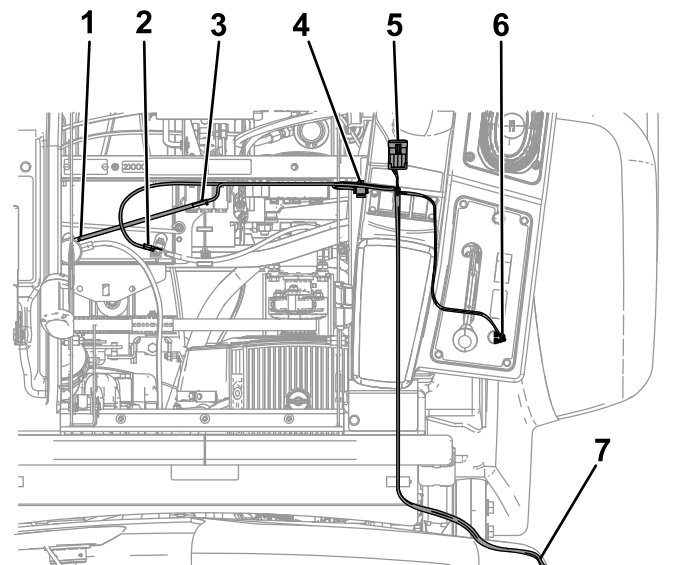

Figure 7
4. Branchez le connecteur suivant au relais (Figure 7) et placez le relais dans le trou extérieur du cadre, près des relais existants.
5. Reliez l'élément fusible au fil rouge branché à la borne positive (+) de la batterie (Figure 7).
7. Raccordez l'autre extrémité du faisceau à la masse du porte-fusibles (Figure 7).
1. Branchez les 2 connecteurs du faisceau de câblage sur le connecteur à 2 lames de l'interrupteur (Figure 7).